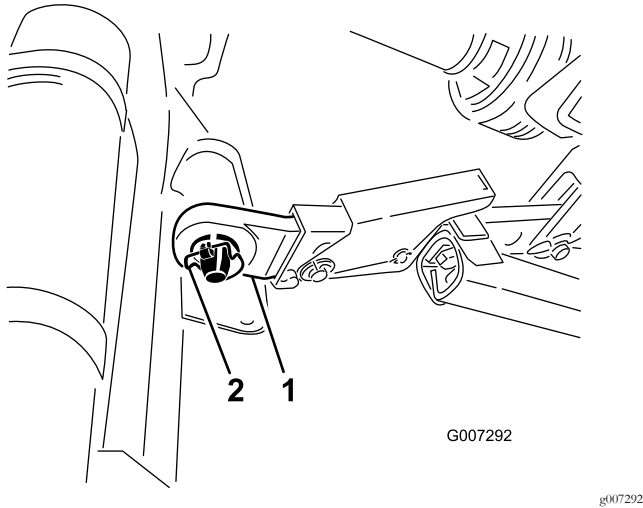

图6
5. 将右下连杆臂和左下连杆臂插到挂钩销上 图6。
6. 使用保险销将下连杆臂固定到挂钩销上 图6。